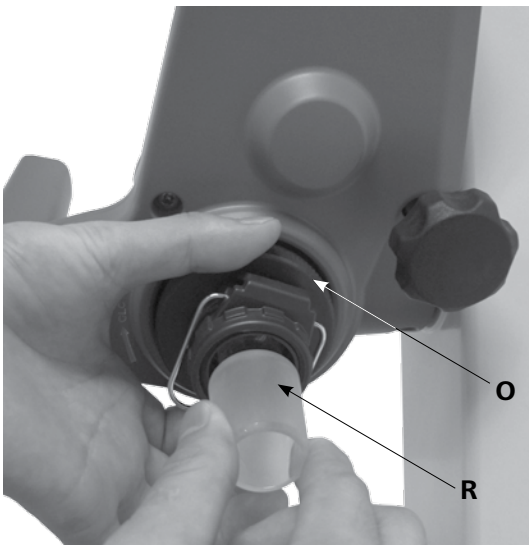

Fig.14b
- Verriegeln Sie anschließend diese Arretierung (**O**) durch Drehen um 60° im Uhrzeigersinn. (Fig. 14b)